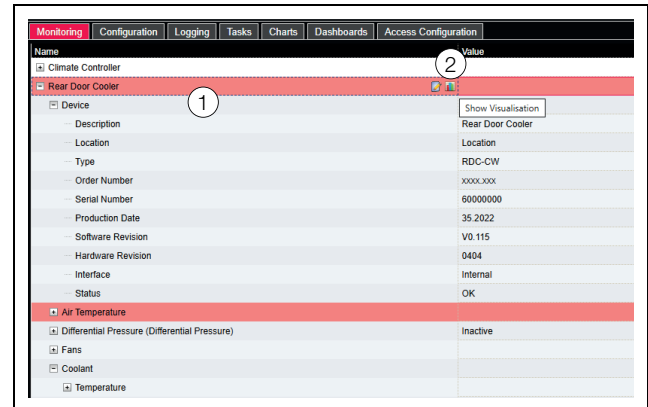

Abb. 106: Baumstruktur
Wenn nach Anwahl der Ebene „Rear Door Cooler“ die untergeordneten Einträge „Device“, „Air Temperature“, „Fans“, „Coolant“ usw. angezeigt werden (Abb. 106, Pos. 1) schalten Sie folgendermaßen auf die grafische Darstellung um:
- Drücken Sie das farbige „Grafik“-Symbol hinter dem Eintrag „Rear Door Cooler“ in Form eines stilisierten Diagramms (Abb. 106, Pos. 2).
Die Anzeige wechselt in die Baumdarstellung (Abb. 106) und Sie können gezielt auf die einzelnen Einstellwerte für das LCP Rear Door CW zugreifen.